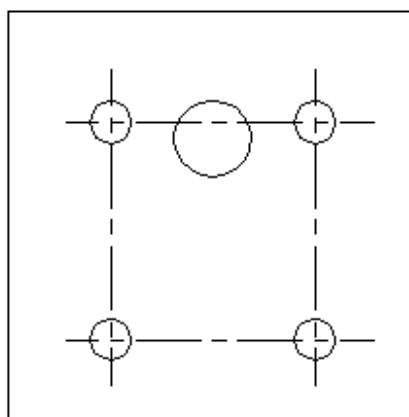

Рис. 7.2. Законченный чертёж монтажной платы
5. Сохраните этот чертёж. Он должен выглядеть, как на рис. 7.2.